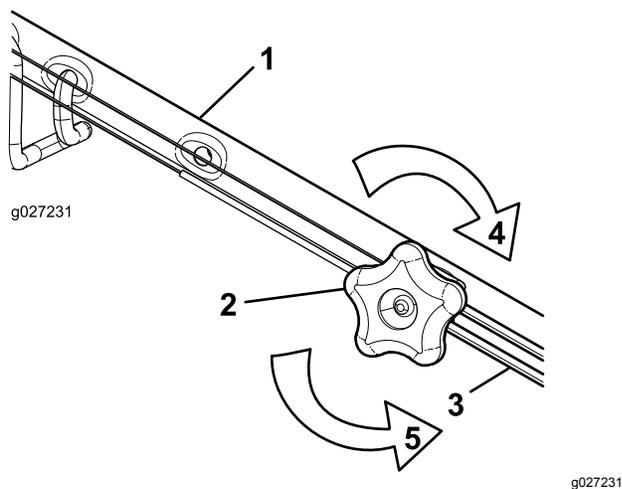

Figure 36
1. Tournez le bouton de réglage dans le sens antihoraire pour desserrer le réglage du câble (Figure 36).
- Ajustez la tension du câble (Figure 36) en le tirant en arrière ou en le poussant en avant puis en le maintenant à cette position.